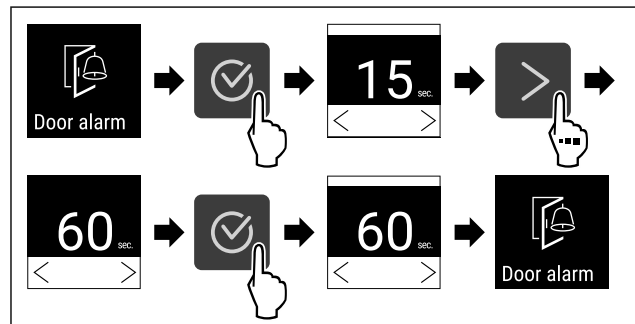

Fig. 88
- ▷ Handlungsschritte (siehe Fig. 88) durchführen.